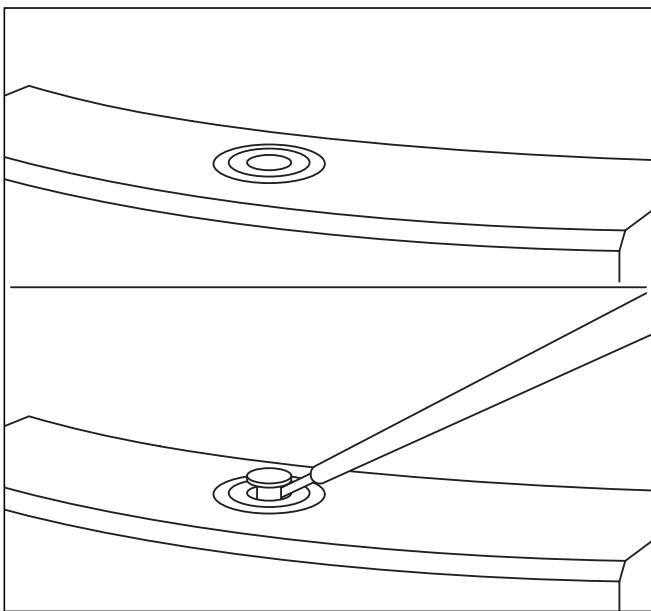

Abb. 8.6 Entfernen der Kappe
- Entriegeln Sie dazu die schwarze Kappe (siehe Abb. 8.6) mit einem Schraubendreher und nehmen Sie sie heraus.